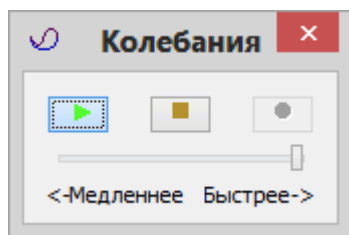

Рис.5.27. Диалоговое окно Колебания
- В диалоговом окне **Колебания** (рис.5.27) щелкните по кнопке  – **Воспроизвести анимацию**.